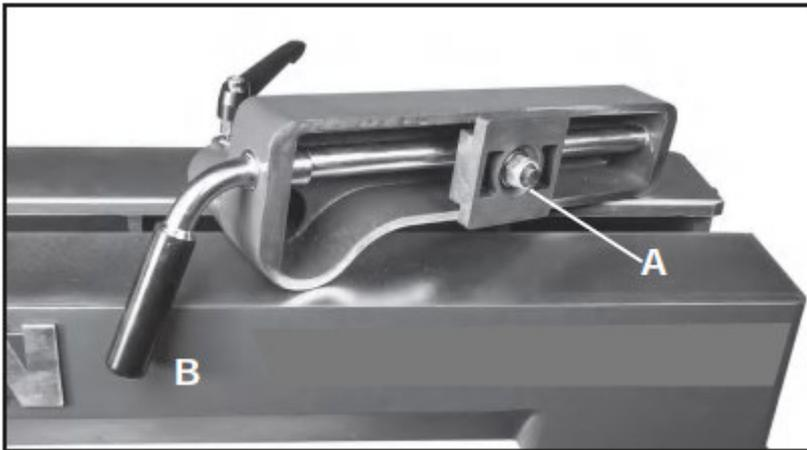

Abb.8-18: Einstellung der Verriegelungshebel
1. Lösen Sie den Verriegelungshebel (Pos. B, Abb. 8-18), sodass der Klemmdruck von der jeweiligen Baugruppe genommen wird.
2. Lockern oder ziehen Sie die Sechskantmutter (Pos. A, Abb. 8-18) vorsichtig mit einem Schraubenschlüssel auf der Gewindestange an.